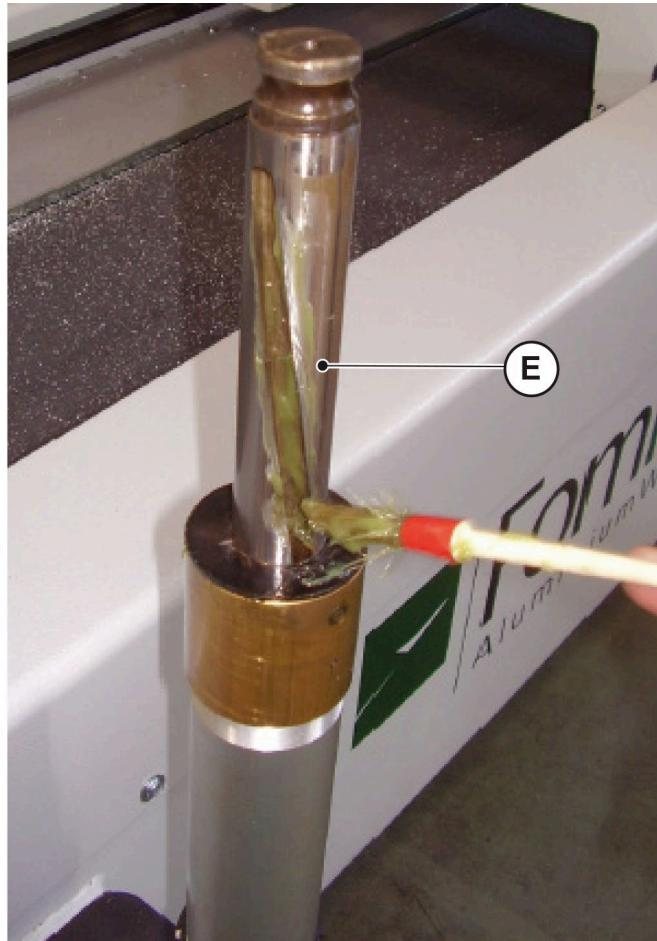

Fig. 09-07
- efetue a lubrificação dentro da ranhura “E” (Fig. 09-07);